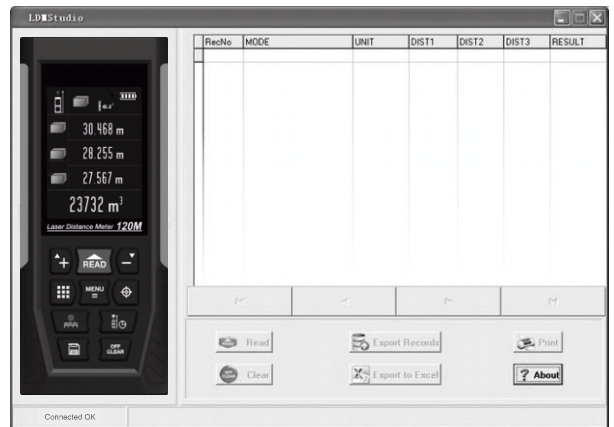

Fig.12
2) Conectați instrumentul la computer prin USB, după instalare. Când deschideți software-ul, acesta afișează o interfață ca în Fig. 12. Dacă conexiunea a fost realizată cu succes, în partea de jos stânga a interfeței apare „Connected” (Conectat).